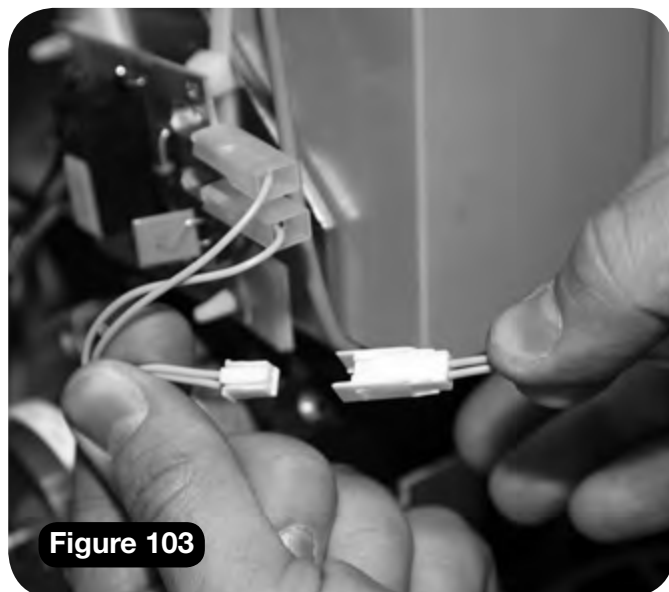

Figure 103
- g Connectez les faisceaux de câbles du repose-pieds électrique (jaune double) (Figure 103).